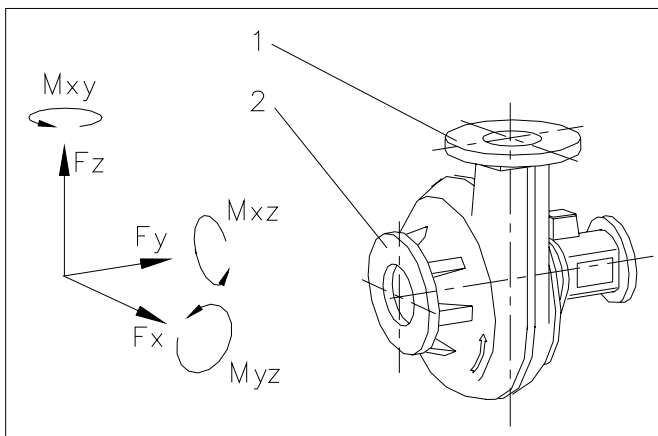

Fig. 7.8
- Siehe Fig. 7.8
- (1) Druckstutzen
(2) Saugstutzen